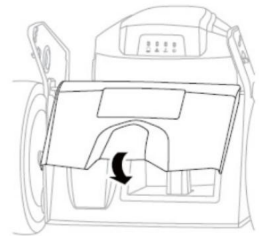

Fig. 8D
- 3) Abaissez à nouveau le couvercle arrière. (Fig. 8D)